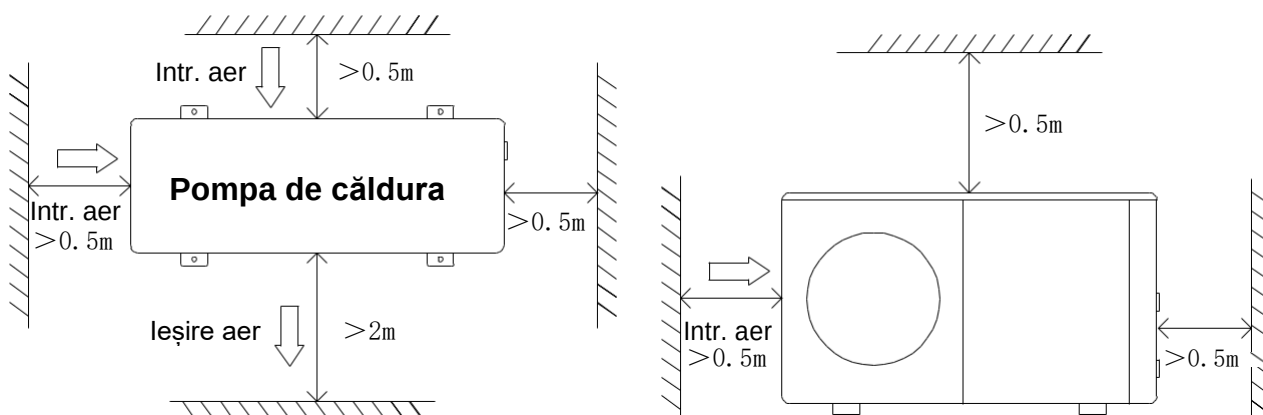

Figura 1
4. Pentru o întreținere și depanare mai ușoară și mai bună, niciun obstacol din jurul unității nu trebuie să fie mai aproape de 1 m. Și niciun obstacol la mai puțin de 2 m, pe verticală, față de unitate pentru ventilația aerului. (Vezi Figura 1)